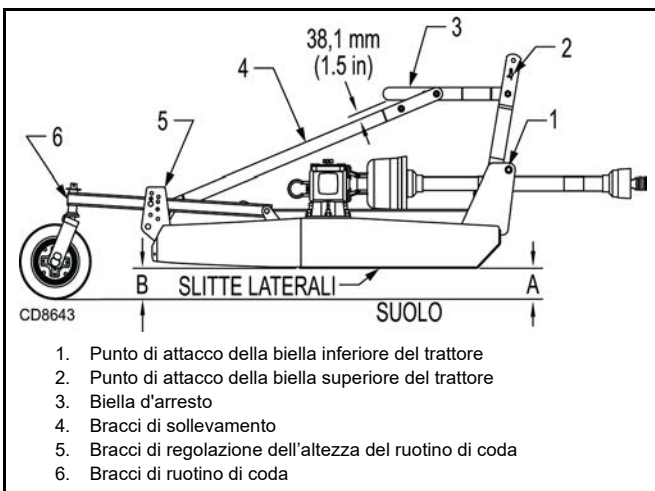

Figura 9. Regolazione dell'altezza di taglio
Allentare il controdado sull'asta di assetto che va dalla linguetta al ruotino di coda. Regolare l'asta verso l'interno o l'esterno finché la posizione B non sia da 6,4 a 12,7 mm (da 1/4 a 1/2 pollici) circa superiore alla posizione A. Fare riferimento alla Figura 9.
Regolare l'attacco a tre punti del trattore per ottenere una distanza di 69,9 mm (2-3/4 pollici) nella posizione "A" e ottenere un'altezza di taglio di 101,6 mm (4 in). Vedere Figura 9.
Regolare la biella superiore per fornire uno spazio di 38,1 mm (1-1/2 in) tra la biella d'arresto (2) e le bielle di sollevamento posteriori. Vedere Figura 9. Questo spazio consentirà alla trinciatrice di muoversi su terreni irregolari.